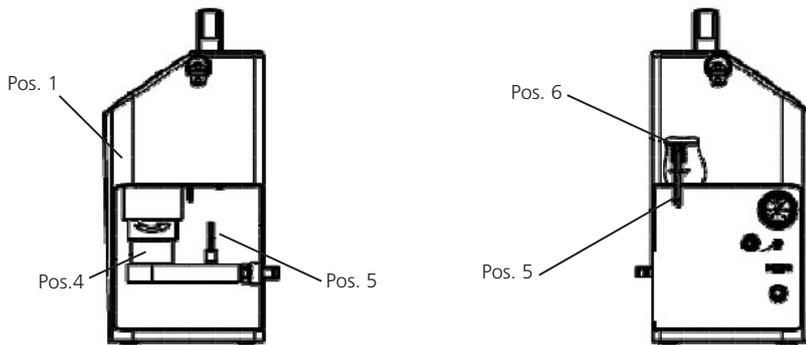

Abbildung 2: PODS pro-Ansicht 2
- › Den mitgelieferten Adapter (Pos.4) am Partikelzähler (Pos.1) eindrehen und den Rücklaufschlauch (Pos.5) am Rücklaufanschluss (Pos.6) des Partikelzählers anschließen (siehe Abbildung 2).
- › Das mitgelieferte Datenkabel am Partikelzähler anschließen (siehe Abbildung 2).